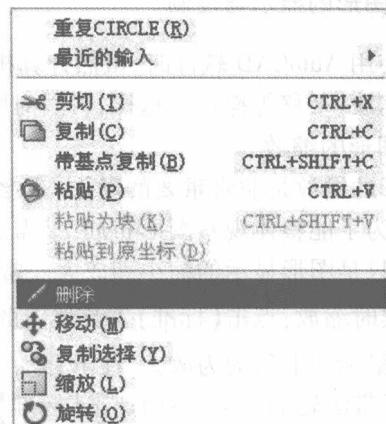

图 1-17 右键快捷菜单【删除】
- 选中要删除的对象，单击右键，选择其中的【删除】命令，如图 1-17 所示。